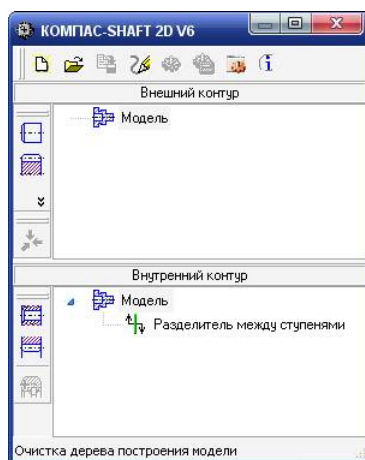

Рисунок 1.6 - Головне вікно системи **КОМПАС-Shaft 2D** після вибору типу побудови моделі
9. перемістіть вказівник миші на робочий лист і вкажіть точку початку побудови (елементи кресленника в подальшому можна буде переміщувати, тому точку достатньо вказати досить наближено). З'явиться головне вікно системи **КОМПАС-Shaft 2D** для вибраного типу відображення моделі (рисунок 1.6).